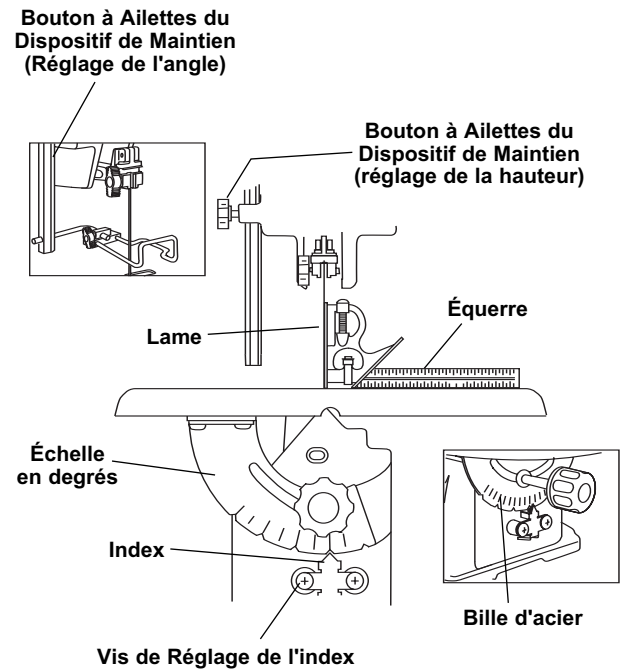

Figure 14. Alignement de l'index de l'échelle en Degrés
2. Enlevez la lame, démontez l'ensemble du dispositif de maintien, puis réinstallez la lame (voir MONTAGE ET DÉMONTAGE DES LAMES, pages 38 et 39). Placez une petite équerre sur la table et contre la lame comme indiqué à la Figure 14 pour contrôler que la table est à 90° par rapport à la lame. S'il n'est pas nécessaire de régler, remontez l'ensemble du dispositif de maintien.